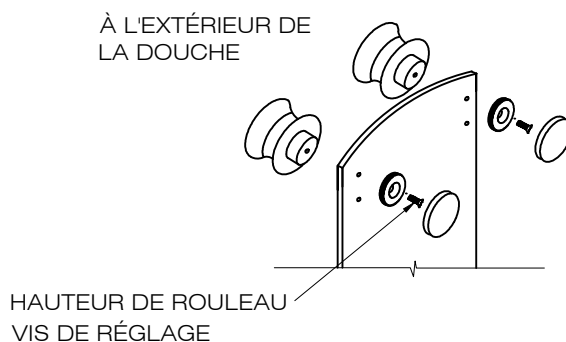
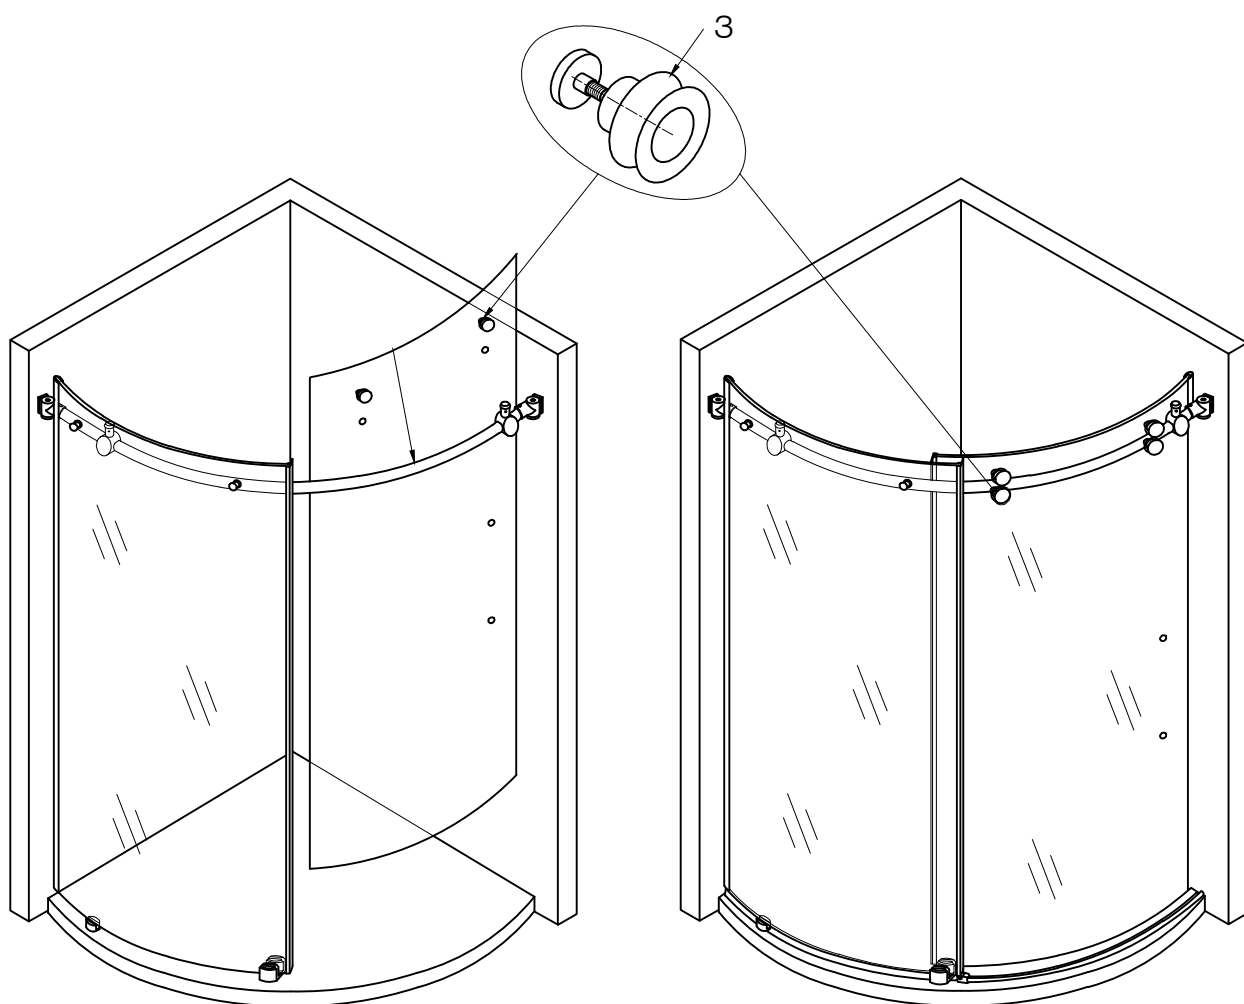

FIG. 6A
FIG. 7
3. Placez l'ensemble de deux rouleaux supérieurs et de panneau de porte (n° 5) sur le rail de structure (n° 11). [Cf. FIG. 7] Notez que les rouleaux ont un mécanisme encastré qui permettra un réglage pour les murs qui ne sont pas perpendiculaires à 100 % au sol. Si nécessaire, dévissez la vis de réglage et faites tourner le rouleau. Vous pourrez ainsi relever ou abaisser la hauteur à laquelle le rouleau se trouve par rapport au rail de structure. Veuillez vous reporter aux pages 14 à 17, section "Réglages du rouleau pour correspondre aux ouvertures carrées." Lorsque les rouleaux sont correctement ajustés et que la porte est bien droite lorsqu'elle est en position fermée, le réglage est terminé. Serrez complètement les vis de réglage et reposez les capuchons de rouleau. [Cf. FIG. 6A]
5. Vissez les deux rouleaux inférieurs (n° 3) sur le panneau de porte. [Cf. FIG. 7] Faites tourner les rouleaux inférieurs jusqu'à ce qu'ils soient dans la position la plus serrée par rapport au rail de structure (n° 11).